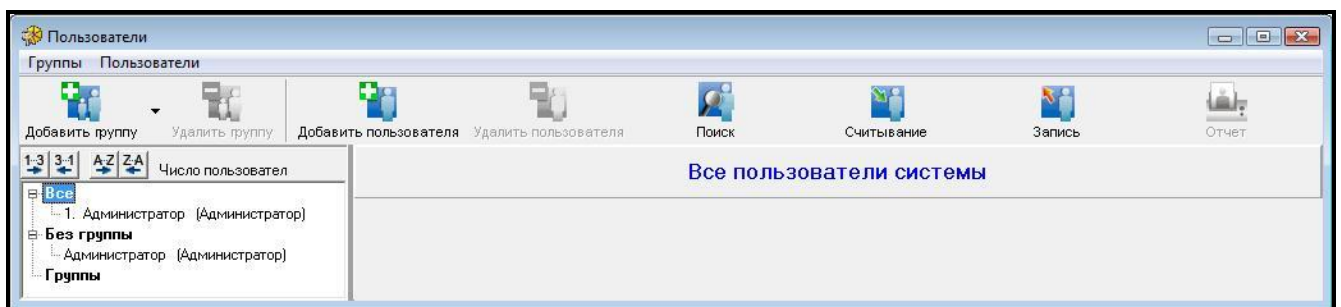

Рис. 24. Окно ПОЛЬЗОВАТЕЛИ перед добавлением пользователей.
1. Щелкните по кнопке ПОЛЬЗОВАТЕЛИ, которая находится в меню программы (см.: рис. 22). Откроется окно ПОЛЬЗОВАТЕЛИ (см.: рис. 24).
20. Завершите процедуру добавления пользователей, щелкнув по кнопке ЗАПИСЬ (см.: рис. 24).
1. Щелкните по кнопке **ПОЛЬЗОВАТЕЛИ**, которая находится в меню программы (см.: рис. 22). Откроется окно **ПОЛЬЗОВАТЕЛИ** (см.: рис. 24).